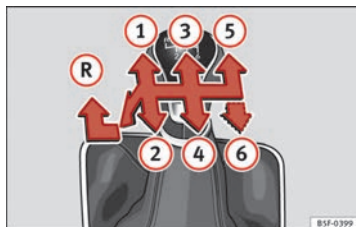

Fig. 123 Esquema de un cambio manual de 5 marchas o bien de 6 marchas.
En la palanca de cambios están representadas las posiciones de cada una de las marchas ⇒ fig. 123.
- Mueva la palanca de cambios completamente hacia la izquierda y después hacia delante para situarla en la posición de la marcha atrás ⇒ fig. 123 Ⓡ.